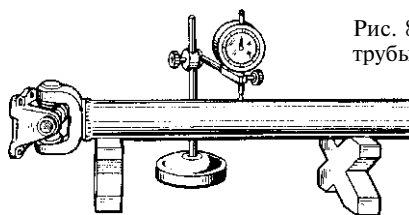

Рис. 8.3. Замер биения трубы карданного вала
- Выправьте или замените погнутый вал. После правки допустимое биение вала должно быть не более 0,6 мм в любой точке по его длине (рис. 8.3). Правьте вал на призмах.